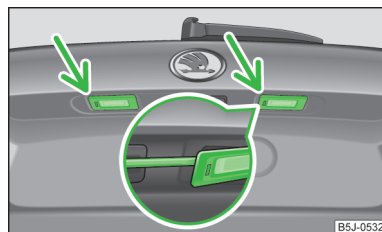

Fig. 160 Portellone del bagagliaio: luci targa
- Inserire un cacciavite piatto nell'apertura nell'area indicata dalla freccia » fig. 160 e quindi premere con prudenza la parte centrale della luce. Il proiettore fuoriuscirà leggermente.